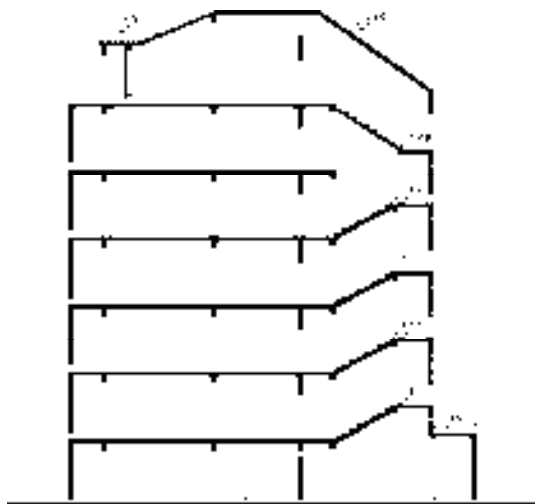

图 14-180 标高标注
27) 添加标高标注。调用“标高标注”命令，在弹出的“标高标注”对话框中设置标高参数；分别指定标注点和标高方向，添加标高标注的结果如图 14-180 所示。